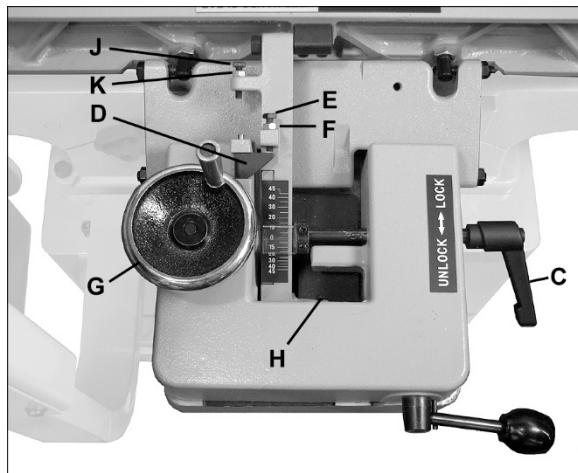

Рис. 29
См. Рис. 29.
1. Регулировка данного ограничителя производится с помощью винта (E, Рис. 29).
2. Ослабьте запорную рукоятку (C) и шестигранную гайку на винте (F).
3. Положите угольник на стол к упору и поворачивайте маховик (G), чтобы придвинуть упор вплотную к угольнику. Закручивайте винт (E) до тех пор, пока он не коснется стопорного блока (D).
4. Затяните шестигранную гайку (F) и запорную рукоятку (C).
1. Регулировка данного ограничителя производится с помощью винта (H, Рис. 29), который расположен на нижнем конце соединительной детали.
2. Ослабьте зажимную рукоятку (C) и шестигранную гайку на винте (H).
4. Закручивайте винт (H) до тех пор, пока он не коснется литого основания под ним.
5. Затяните шестигранную гайку (H) и запорную рукоятку (C).